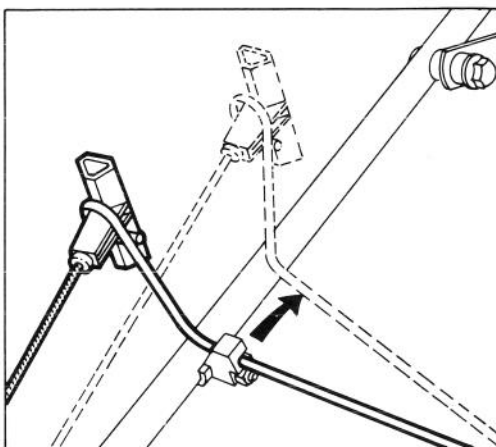

Figure 8
3. Poussez le câble de la corde vers la droite (Fig. 8).
7. Pour remettre le sac en place, répétez les opérations 4 et 5. Ensuite, poussez le câble de la corde vers la gauche et faites-le passer dans le support (Fig. 8).